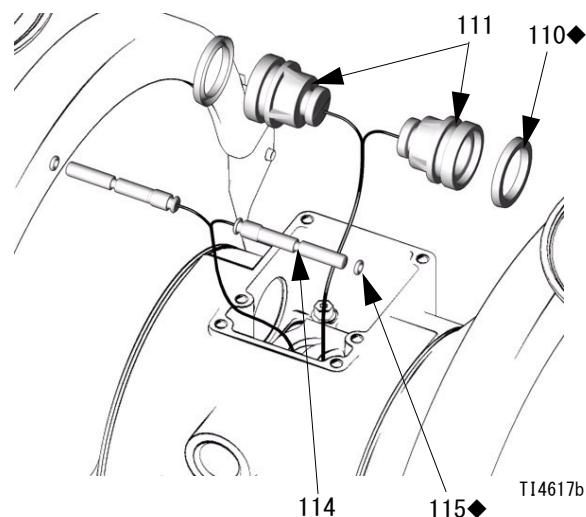

図 8
- 2 本のアクチュエータピストン (111) を引き抜きます。ピストンから U カップのパッキン (110) を外します。パイロットピン (114) を引き抜きます。パイロットピンから 0 リング (115) を外します。図 8 を参照のこと。